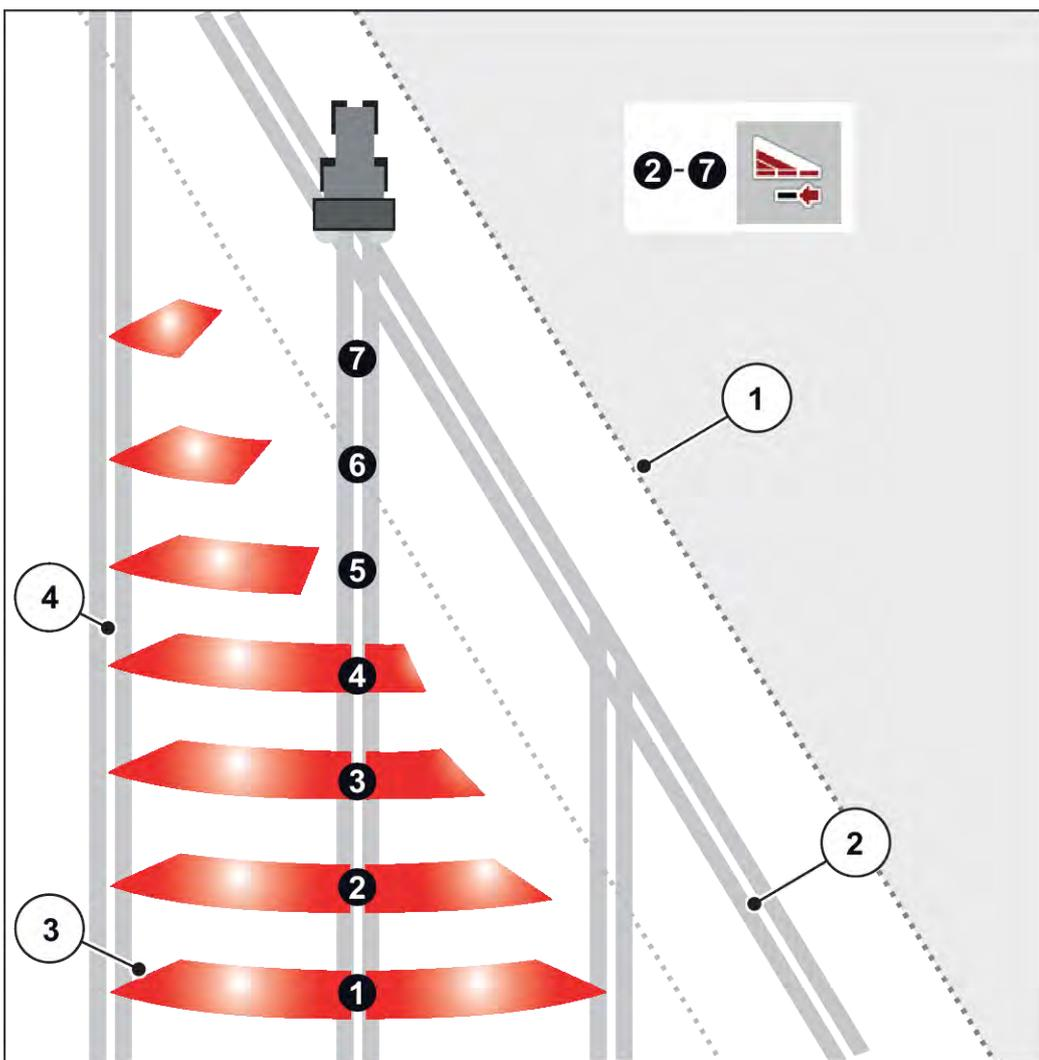

Рис. 41: Автоматичне керування робочою шириною
- Напрямок зміни робочої ширини — ззовні всередину і навпаки. Див. *Рис. 41 Автоматичне керування робочою шириною*